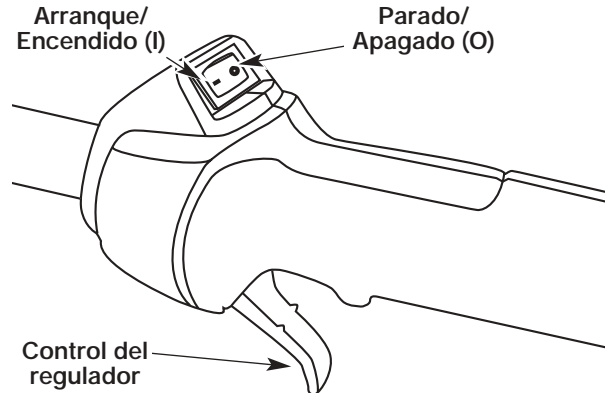

Fig. 3
2. Coloque el control de encendido y apagado en posición de ENCENDIDO (I) (Fig. 3).
2. Coloque el control de encendido y apagado en posición de APAGADO (O) (Fig. 3).